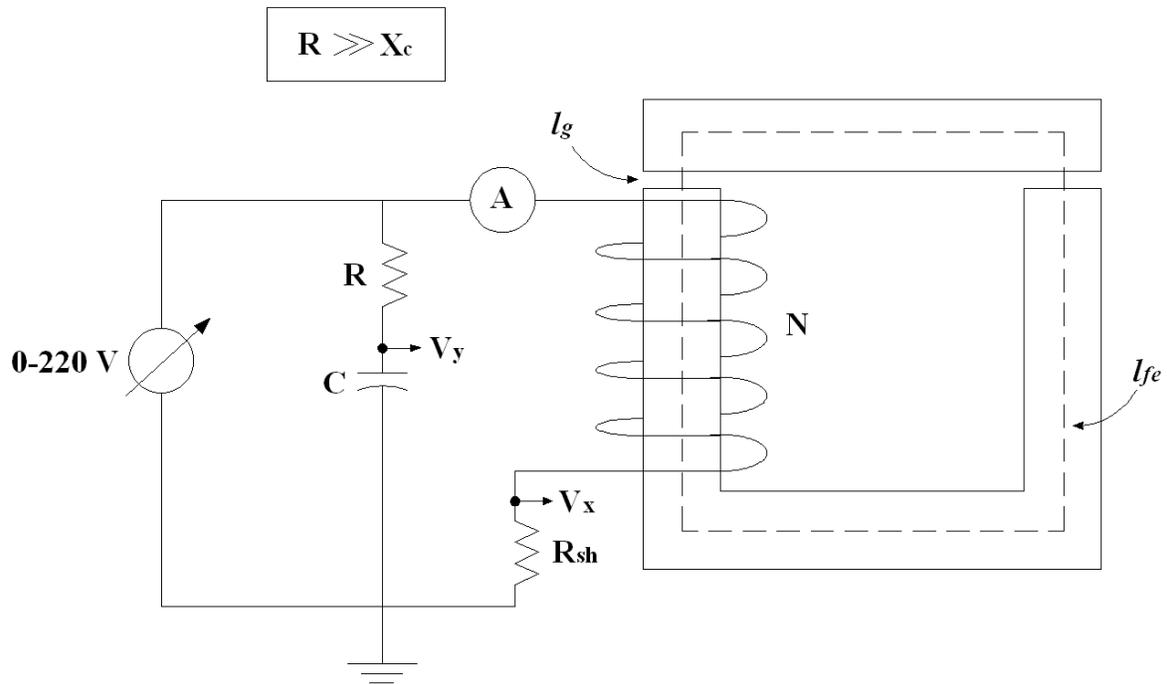

Figura 2 - Montagem para obter a curva de magnetização. (Valores: $R_{sh} = 1\Omega$, $R = 1M\Omega$, $C = 10\mu F$)
Considere o circuito da Figura 2, sendo V_x a tensão do eixo horizontal do osciloscópio e V_y a tensão do eixo vertical:
- (1) Analise o circuito e mostre que a tensão V_x é proporcional à intensidade de campo magnético H e que V_y é proporcional à densidade de fluxo magnético B . Determine as constantes de proporcionalidade. (**Sugestão:** Considere que $R \gg X_c$ e admita que a corrente no ramo RC está em fase com a tensão aplicada);
- (2) O circuito elétrico mostrado na Figura 2 será utilizado para o levantamento experimental da curva de magnetização $B \times H$. Sugere-se também monitorar a tensão da fonte e a corrente com o uso de multímetros. Para efeito de cálculos de fluxo magnético e intensidades de campos magnéticos é necessário em primeiro lugar conhecer a geometria do circuito magnético.